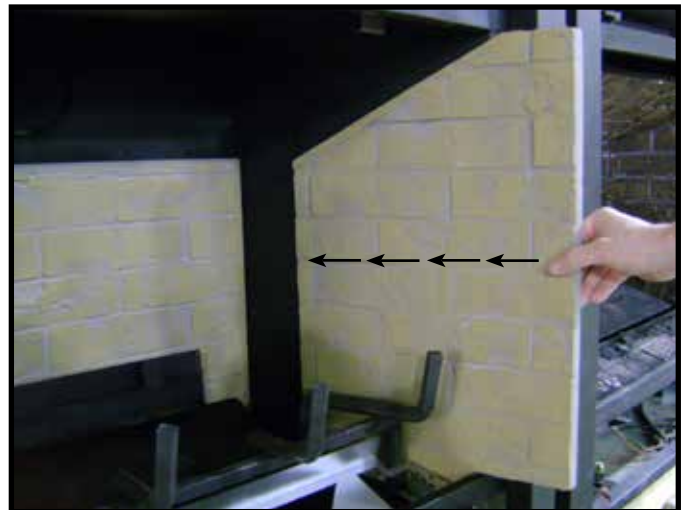

Figure 4
4. Glissez le panneau réfractaire droit entièrement dans la boîte à feu jusqu'à ce qu'il repose fermement contre l'arrière du panneau réfractaire. Contrôlez que le panneau réfractaire droit touche entièrement la paroi latérale droite de la boîte à feu. Voir figure 4.